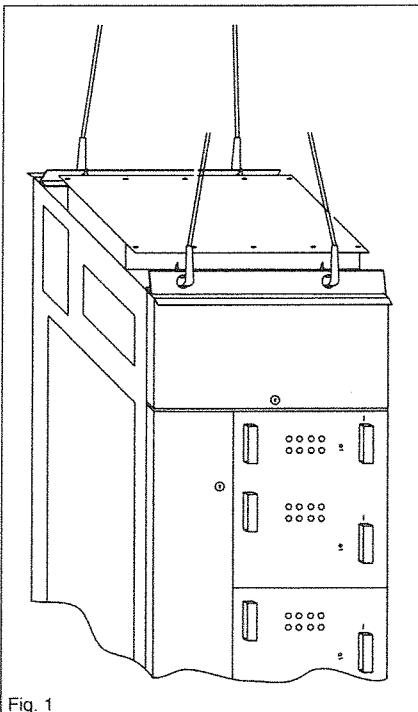
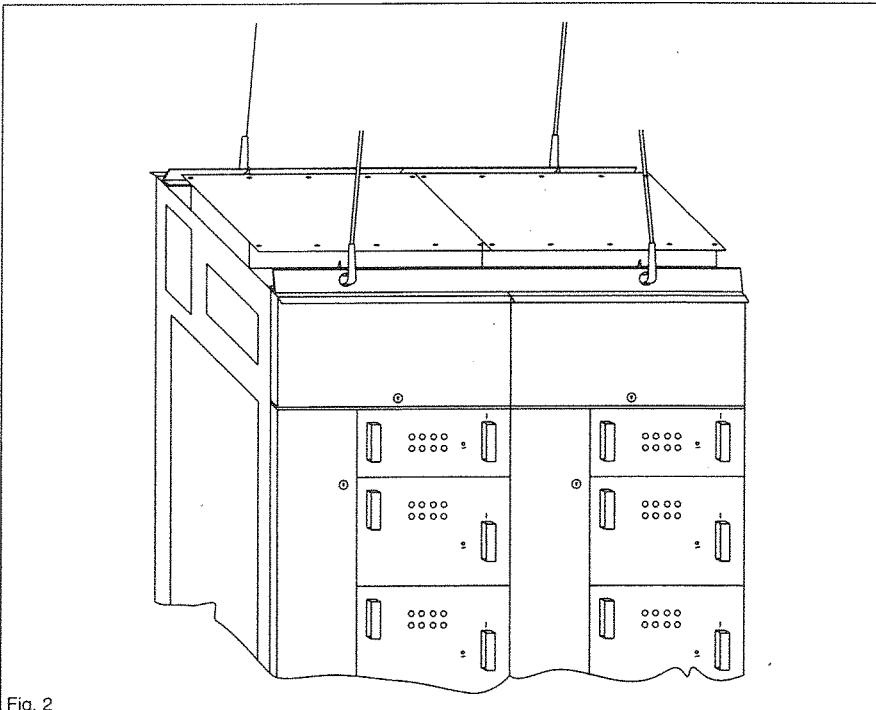

Fig. 1
Fig. 2
Ogni singolo scomparto è dotato di due traverse in acciaio a "L" con fori alle estremità idonei a ricevere i ganci di sollevamento (fig. 1).
Ogni quadro composto da più scomparti preassiemati (max n° 3) è dotato di due traverse in acciaio a "L" con fori opportunamente disposti per distribuire in modo adeguato i pesi e idonei a ricevere i ganci di sollevamento (fig. 2).
Chaque colonne est munie des deux traverses en acier en forme de "L" ayant des trous aux extrémités pour recevoir les crochets de levage (fig. 1).
Les tableaux comprenant plusieurs colonnes pré-assemblées (au max. 3) ne sont équipés que des deux traverses en acier en forme de "L" dont les trous sont disposés de façon appropriée pour distribuer correctement les poids et recevoir les crochets de levage (fig. 2).
Every single section is equipped with two L-shaped steel cross-bars with holes at the ends suitable for the insertion of lifting hooks (fig. 1).
Each pre-assembled multi-section switchboard (max. 3 sections) is equipped with two L-shaped steel cross-bars with suitably placed holes for the lifting hooks that ensure the equal distribution of the weight (fig. 2).
Il quadro deve essere fissato su un piano di appoggio perfettamente orizzontale. Gli scomparti possono essere disposti a "semplice fronte" (fig.1) o "doppio fronte" (fig.2).
Les colonnes peuvent être disposées en "simple front" (fig. 1) ou "dos à dos" (fig. 2). La colonne dos à dos (constituée de deux colonnes en simple front) est toujours livrée assemblée.
The sections can be placed "simple front" (fig. 1) or "back to back" (fig. 2).
□ fissare il secondo scomparto al primo utilizzando, per ogni montante verticale anteriore e posteriore, 3 viti da 6MA negli appositi dadi a gabbia (fig. 2),